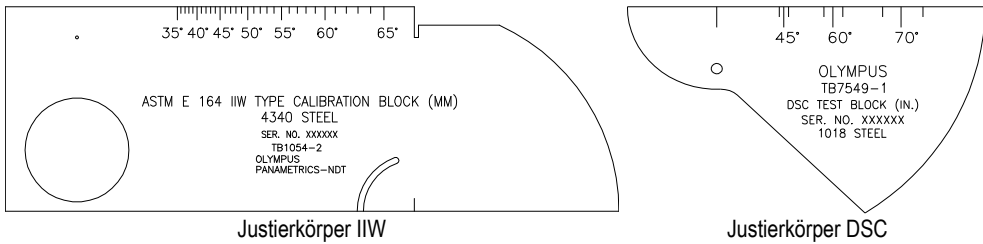

Abbildung 4-43 Justierkörper IIW und DSC
- **K1-IIW** (siehe Justierkörper IIW in Abbildung 4-43 auf Seite 285)
- **K2-DSC** (siehe Justierkörper DSC in Abbildung 4-43 auf Seite 285)